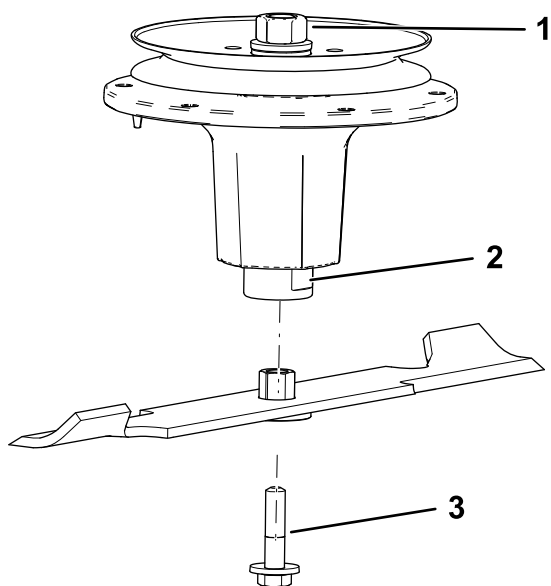

Figura 85
2. Instale el conjunto de buje/cuchilla en el eje (Figura 85).